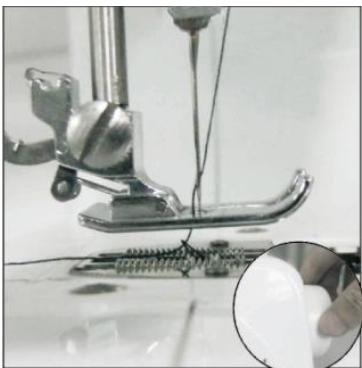

Bild 9
- 4) Håll i övertråden med den ena handen och vrid handhjulet motklocks med den andra. Övertråden i nälen plockar upp undertråden i spolen och drar upp den genom hålet under nälen (bild 9).